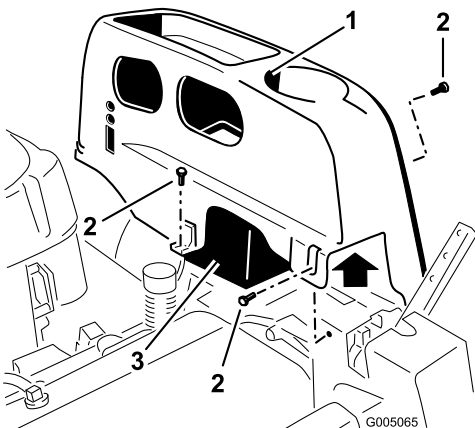

Figura 22
2. Togliete i dispositivi di fermo della testata TORX® (T25) che fissano il coperchio sinistro al telaio come illustrato nella Figura 22.